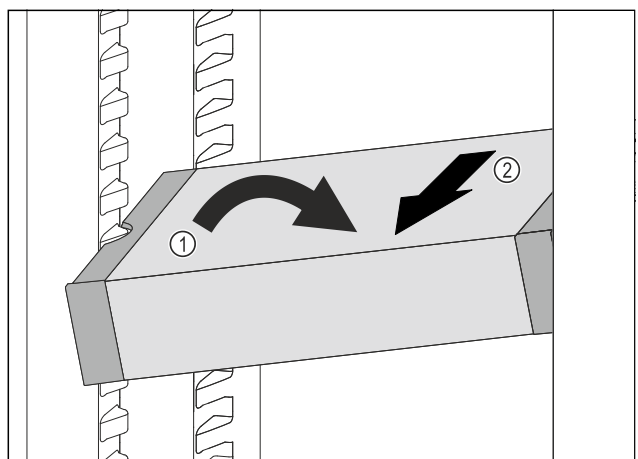

Fig. 73
- ▶ Impostare il vano frigorifero di VarioSafe ad angolo. Fig. 73 (1)
- ▶ Rimuovere VarioSafe tirando in avanti. Fig. 73 (2)